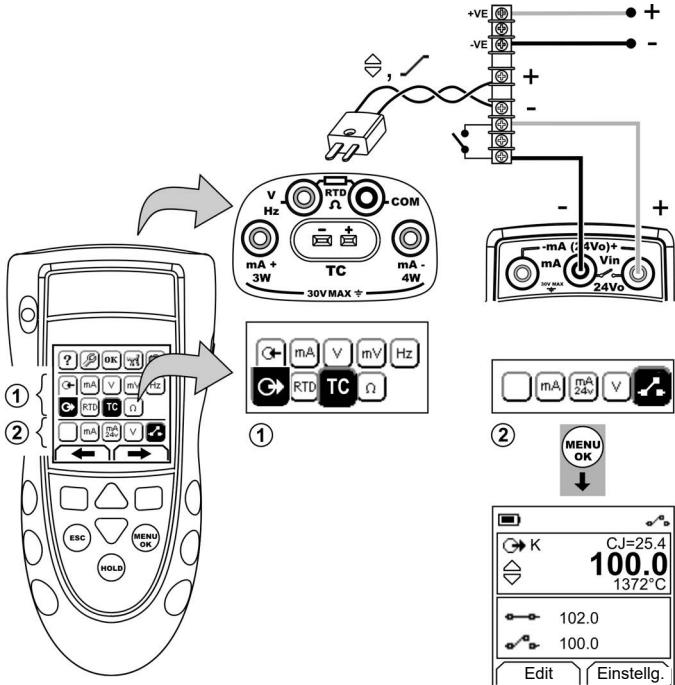

Abbildung 12: Beispielkonfiguration: Schaltertest
1. Schließen Sie das Gerät an (Abbildung 12) und ändern Sie ggf. die Option Konfig. (Tabelle 1).